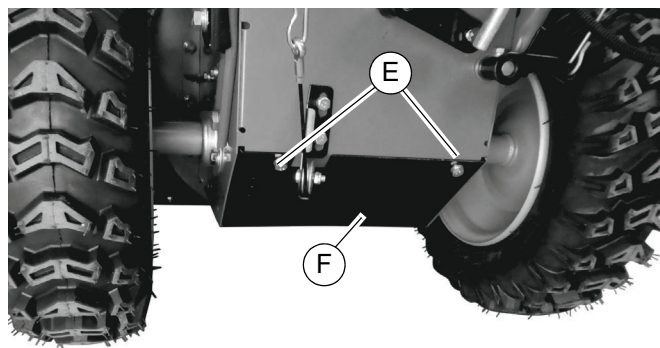

Figura 4-7. Ubicación de los pernos de la cubierta de la transmisión
3. Consulte la **Figura 4-7**. Retire los dos pernos (E) que fijan la cubierta de la transmisión (F) con una llave de 10 mm.